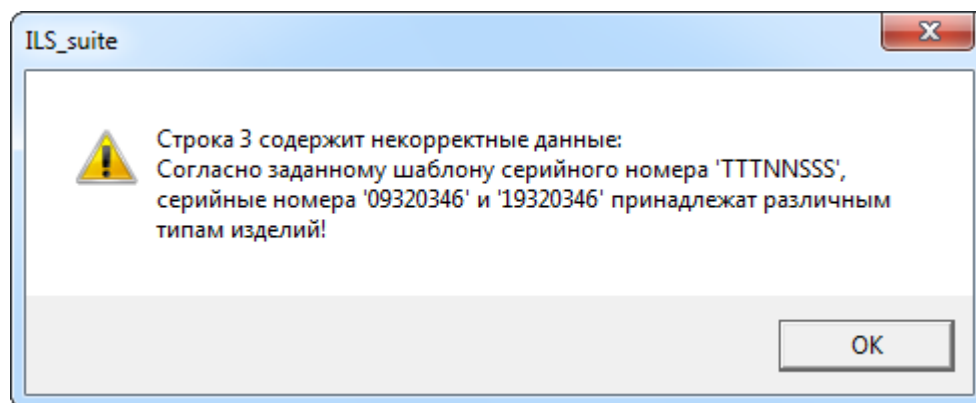

Рис. 13-107 – Сообщение об ошибке при создании правила применяемости по серийным номерам
- Верхняя и нижняя граница диапазона серийных номеров должна принадлежать одному типу изделия (в шаблоне тип изделия задается символами “Т”). В противном случае при создании правила применяемости будет выдано сообщение об ошибке (рис. 13-107).